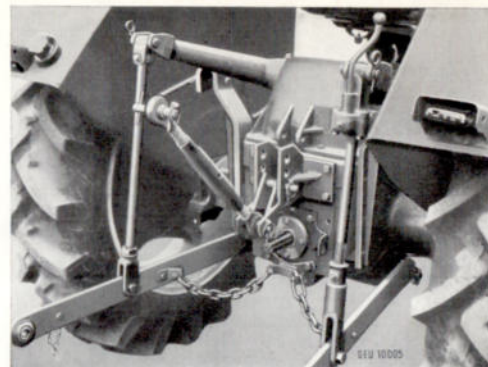

Bild 2: Anbringung des oberen Lenkers am Schlepper
Dringt die Scheibenegge auch bei großem Schnittwinkel nicht gut ein, ist der obere Lenker am Anlenkpunkt (Bild 2) des Schleppers **höher** zu setzen.
Geht die Scheibenegge trotz kleinsten Schnittwinkels zu tief oder rutschen die Schlepper-Hinterräder durch, ist der obere Lenker (Bild 2) **tief**er zu setzen.
- Mit Schlepper rückwärts heranzufahren. Dabei oberen Lenker 1 hochhalten. Dieser obere Lenker muß am Ausgleichswinkel des verstellbaren oberen Lenkeranschlusses angebracht sein (siehe Bild 2).